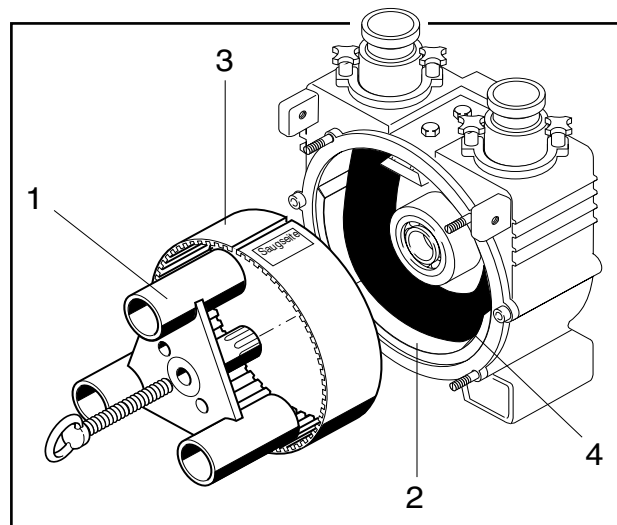
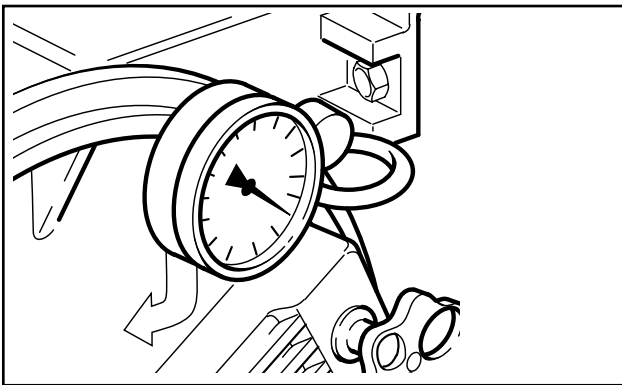
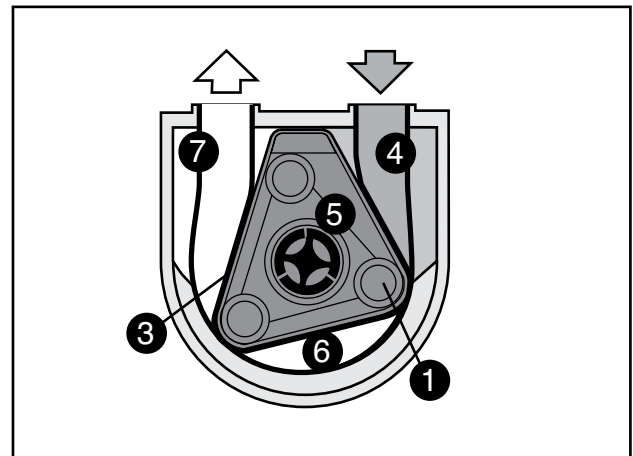
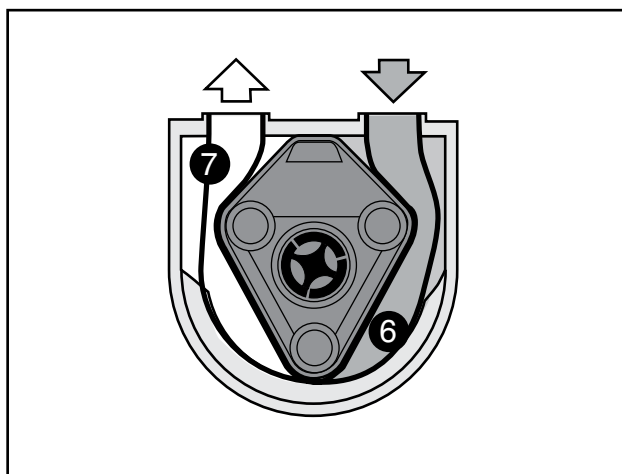

Fig. 3 1 Rotor 2 Aksialleje 3 Skilledel 4 Slange
Fig. 4 Vakuummåler
Fig. 5
Fig. 8 6 Slangekammer
Aksiallejet (pos. 2, fig. 3) er en elastomerdel, der er monteret i pumpeområdet, hvor den største krympning af slangen sker.
Skilledelen (pos. 3, fig. 3 og 5) er beregnet til tætning af sugekammeret (pos. 4, fig. 5) mod det indvendige kammer (pos. 5, fig. 5) og til at skåne fødeslangen. Derudover beskytter den rotoren (pos. 1, fig. 5) mod skader forårsaget af slibende eller grovkornet pumpemedie ved slangebrud. Skilledelen kan nemt udskiftes ved at løsne to skruer.
Vakuummåleren (fig. 4), der er forbundet med sugekammeret (pos. 4, fig. 5), viser ikke kun pumpens aktuelle sugehøjde, men er beregnet som advarselsinstrument ved evt. defekter. Hvis vakuummåleren ikke viser et undertryk under driften, skal pumpen under alle omstændigheder efterses.
Rotoren (pos. 1, fig. 3) roterer inden for skilledelen, der er fast forbundet med huset (pos. 3, fig. 3). Denne del lukker sugekammeret (pos. 4, fig. 5) fra pumpens indvendige kammer (pos. 5, fig. 5).
Mens slangekammeret (pos. 6, fig. 5) forbliver konstant, bliver trykkammeret (pos. 7, fig. 5) reduceret ved hjælp af rotorens rotation, og der sker en volumetrisk pumpning (fig. 8).